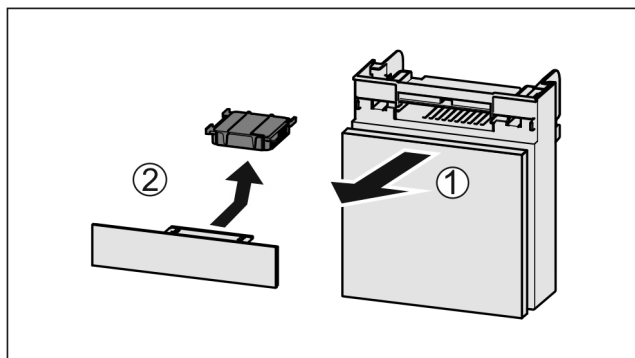

Fig. 174
- ▶ Потягніть Fig. 174 (1) відділення вперед.
- ▶ Витягнути Fig. 174 (2) фільтр з активованого вугілля.